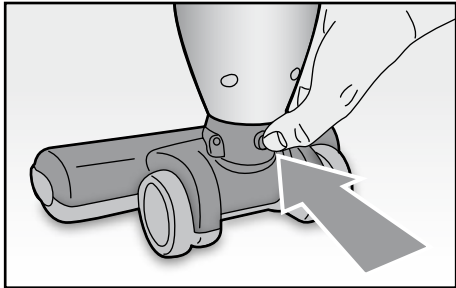

Fig. 5
Inserire la spazzola nel corpo dell'apparecchio (S), premendola leggermente fino ad udire uno scatto. Per la rimozione, è sufficiente premere il relativo pulsante posto nella parte posteriore della spazzola stessa ed estrarla verso l'esterno (Fig. 5).